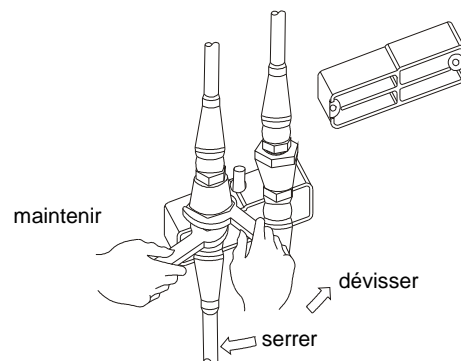

Fig. 14
9. Dévissez l'écrou d'accouplement gauche au moyen de la clé à fourche simple SW 24 jointe. Maintenez la pièce d'accouplement inférieure au moyen de la seconde clé à fourche simple SW 21 (Fig. 14).